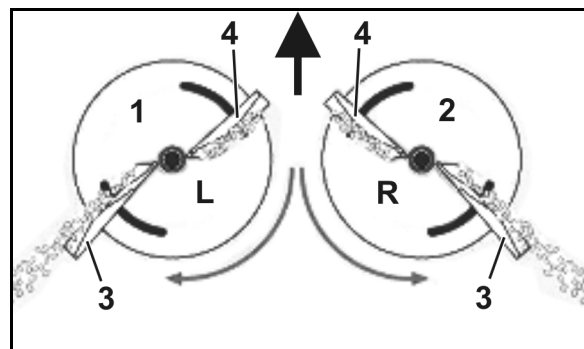

Fig. 19
- venstre spredeskive (Fig. 19/1) med markering **L**.
- højre spredeskive (Fig. 19/2) med markering **R**.
- Lang (Fig. 19/3) - Indstillingsskala med værdier fra 35 til 55.
- Kort (Fig. 19/4) - Indstillingsskala med værdier fra 5 til 28.